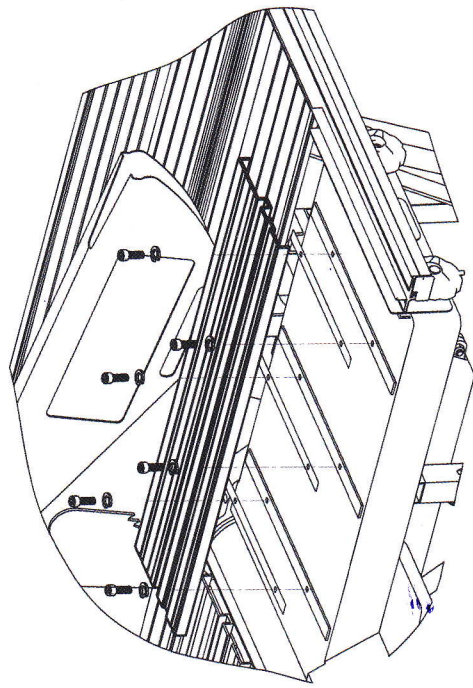

Рисунок 9
10. Установите регулируемый фуговальный стол на необходимую глубину фугования (рисунок 9) до 2,5 мм для чего вывернуть 6 винтов и поставить необходимое количество регулировочных пластин одинаковое под каждый винт. Толщина одной пластины 0,5 мм.